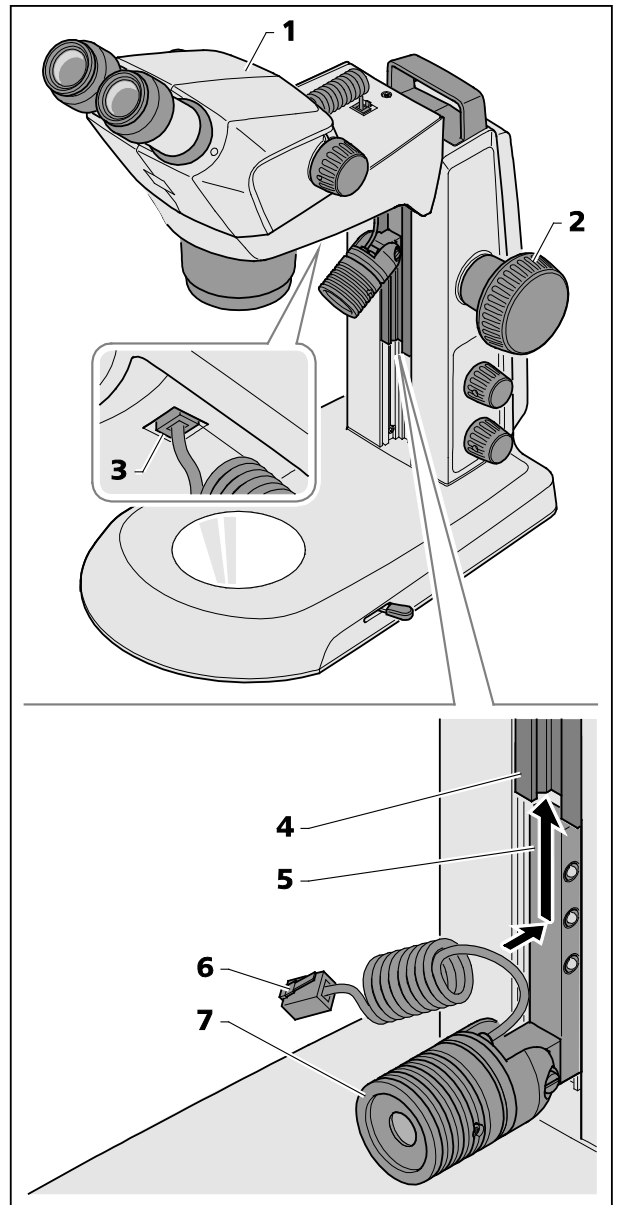

图12 安装点光源
- 通过对焦钮（图12/2）将显微镜主机（图12/1）设定到最高位置。
- 将下面带把手（图12/5）的点光源（图12/7）插入镜臂的导轨（图12/4），并一直向上推到所需的位置。
- 将点光源连接电缆（图12/6）插入 Stemi 托架（图12/3）的下端插槽。